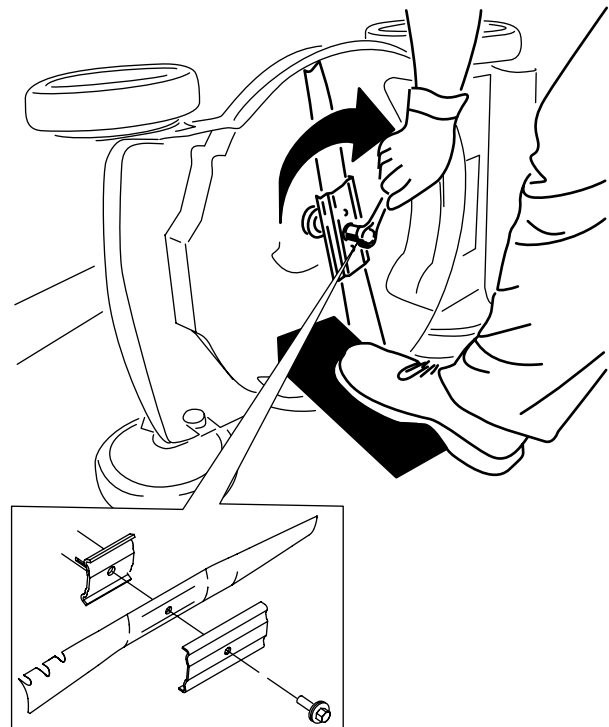

Figura 24
4. Instale la cuchilla nueva y todos los herrajes de montaje (Figura 24).